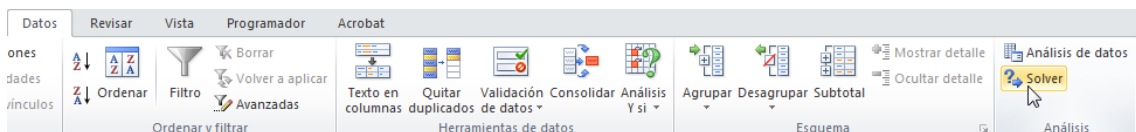

Ilustración 5
3. Una vez cargado el complemento Solver, el comando Solver estará disponible en el grupo Análisis de la ficha Datos (Ver Ilustración 5).